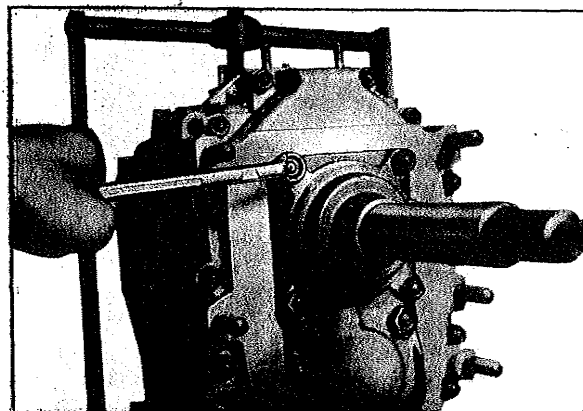

Fig. 7
6.1 Devissier les écrous (102) et retirer la bride du palier de débrayage (201) (fig. 7). En pressant, retirer de la bride la bague d'étanchéité (203).